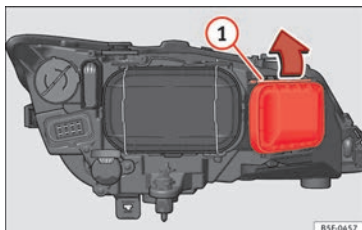

Fig. 108 Lâmpada da luz de máximos.
- Desloque o tirante » Fig. 108 ① no sentido da seta e puxe a tampa.